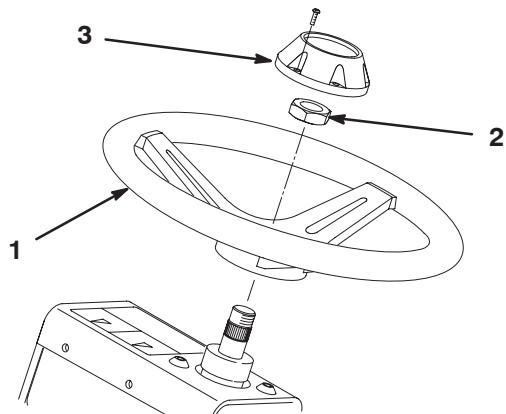

Bild 7
- Befestigen Sie das Lenkrad mit der Klemmmutter (Bild 7) an der Welle und ziehen Sie es auf 27–35 Nm fest.
- Montieren Sie den Deckel mit der Schraube am Lenkrad (Bild 7).